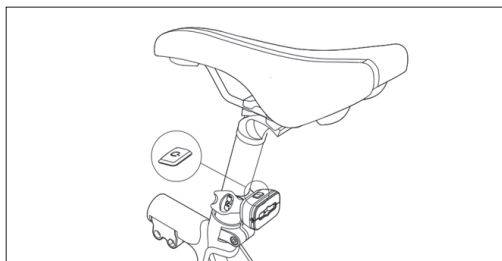

Figura 9-2
- Montate la luce di coda sul tubo di sella, come illustrato nella **Figura 9-2**.